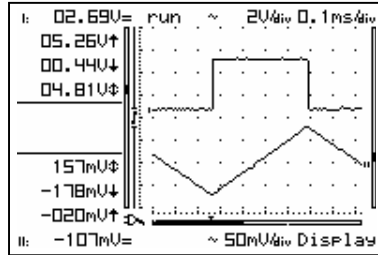

Fig 14
- A **dot grid** divides the screen into reference points. (Fig. 14)
- **Puntraster:** verdeelt het scherm in referentiepunten. (Fig. 14)
- **Une grille en pointillé** divise l'écran en points de référence. (Fig. 14)
- **Punktraster:** Der Bildschirm wird in Referenzpunkte unterteilt (Abb. 14)